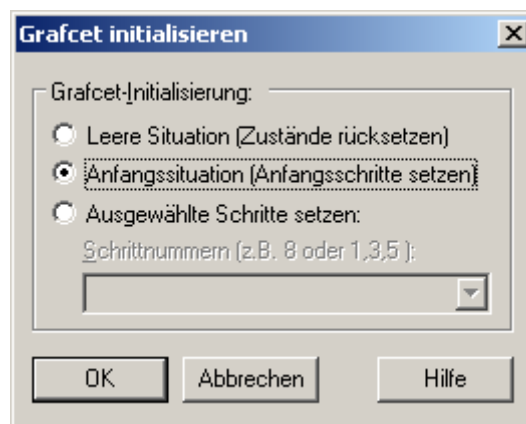

Abb.5 GRAFCET initialisieren
Der Plan aus Abbildung 5 steht im rot markierten Initialisierungsschritt (14) und wartet bei der folgenden Transitionsbedingung darauf, dass das Signal $S1$ auf 1 (High) geht.